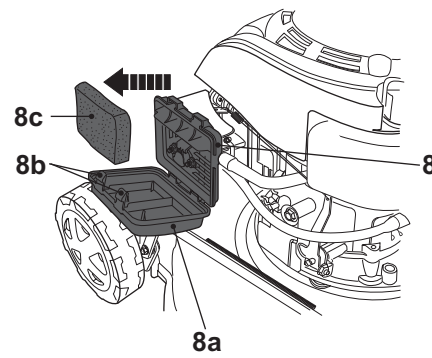

Fig. 23
- > Enlevez le filtre [8c] (Fig. 23) et tapotez-le sur une surface solide pour enlever la poussière